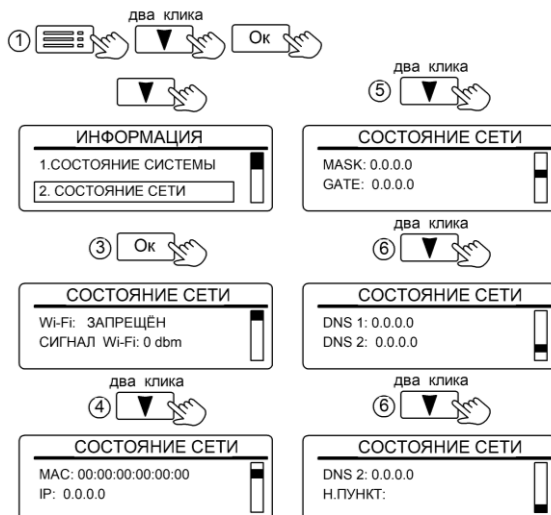

Рисунок 30. Вид вкладки «СОСТОЯНИЕ СЕТИ»
11.3.3 Окно «3.РАДИОДАТЧИКИ» отображает информацию о температуре воздуха в зонах, где они установлены (рис. 30).